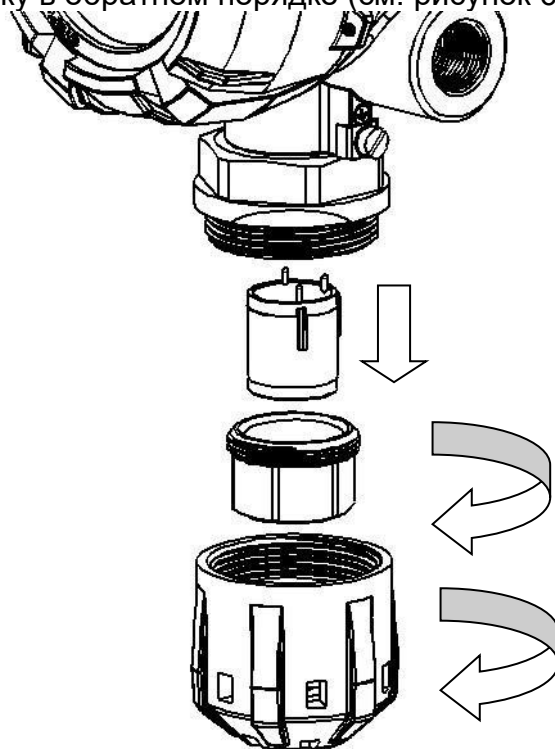

Рисунок 69 – Схема разборки газоанализатора
- произвести сборку в обратном порядке (см. рисунок 69).